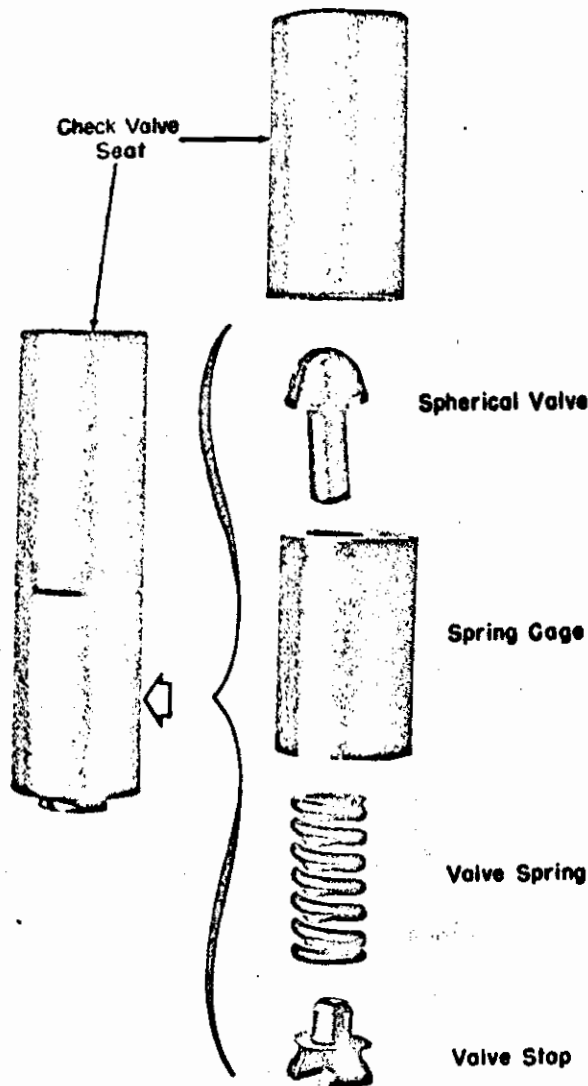

Fig. 20 – Subconjunto de válvula esférica
4. Después de sumergir cada pieza, ármese un subconjunto con el asiento, resorte y tope de válvula, y la jaula del resorte de válvula, Fig. 20. Colóquese el conjunto con cuidado en el centro del casquillo, de modo que el extremo con el conducto pequeño del asiento de la válvula quede sobre el casquillo y el tope de la válvula hacia arriba.